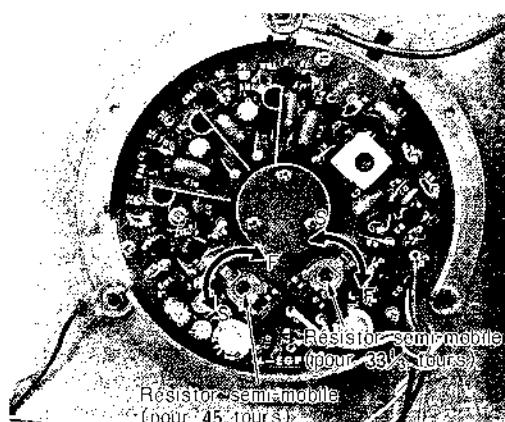

Fig. 4
- (1) Mettre en position marche- choisir la vitesse 33 ou 45.
- (2) Tourner le bouton de commande de façon à l'amener en position moyenne.
- (3) Ajuster la résistor semi-mobile (pour les 33 et 45 tours) à l'aide du tournevis jusqu'à l'arrêt du stroboscope. (Fig. 4)